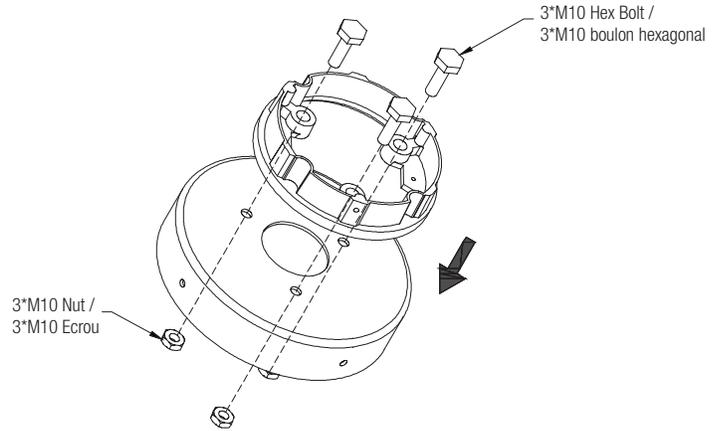

Figure 14
2. Fix the bollard mounting base on the upper cap of the adapter base with 3 bolts and nuts. Fig 14
2. Fixer la base de montage de la borne sur le capuchon supérieur de la base d'adaptation à l'aide de 3 boulons et écrous. Fig 14